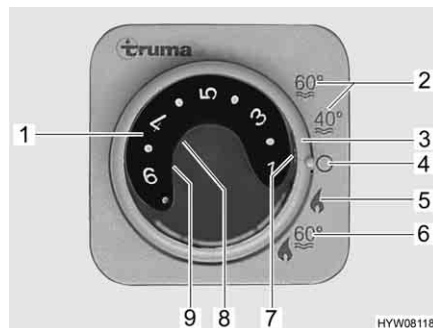

Fig. 199 Centralina di controllo per riscaldamento/boiler
- Impostare la modalità di funzionamento tramite l'interruttore girevole (Fig. 199,3).
A seconda della temperatura ambiente desiderata, il riscaldamento seleziona automaticamente il livello del bruciatore necessario. Al raggiungimento della temperatura ambiente desiderata, il bruciatore si spegne. Durante la modalità di funzionamento "Riscaldamento e boiler" (Fig. 199,6) è riscaldata anche l'acqua nel boiler. Nella modalità di funzionamento "Riscaldamento senza boiler" (Fig. 199,5) è possibile far funzionare il riscaldamento con il boiler vuoto.
- Impostare la manopola della temperatura (Fig. 199,1) sulla centralina di controllo scegliendo la potenza desiderata.
- Posizionare l'interruttore girevole (Fig. 199,3) su funzionamento invernale "Riscaldamento senza boiler" (Fig. 199,5) o "Riscaldamento e boiler" (Fig. 199,6).
Si accende la spia verde di controllo (Fig. 199,7).
- Posizionare l'interruttore girevole (Fig. 199,3) su "O" (Fig. 199,4).
La combinazione funzionamento a gas e funzionamento elettrico a 230 V diminuisce il tempo di riscaldamento del veicolo (è possibile solo se il riscaldamento viene impostato sulla centralina di controllo (Fig. 199) su funzionamento invernale).